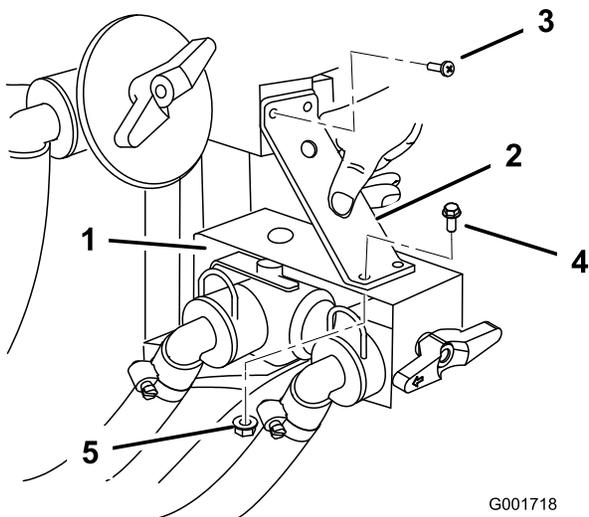

Figura 12
9. Instale o suporte de apoio sobre o suporte da válvula de controle. Utilize os dois parafusos existentes que prendem a montagem superior do T para prender a parte superior do suporte de apoio (Figura 12). Prenda a parte inferior do suporte de